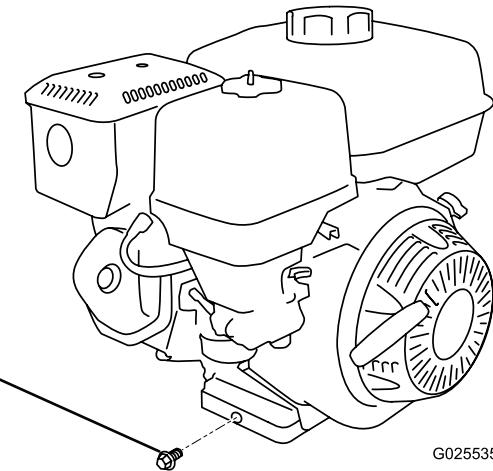

Figura 1
4. Togliete il tappo di spуро dell'olio e lasciate defluire l'olio Figura 1.